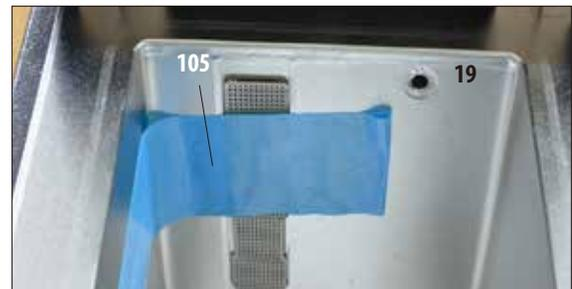

Fig. 19
- Dans la chambre, ne pas oublier de retirer la bande adhésive (105) qui fixe le couvercle des capteurs de niveau (fig. 19).